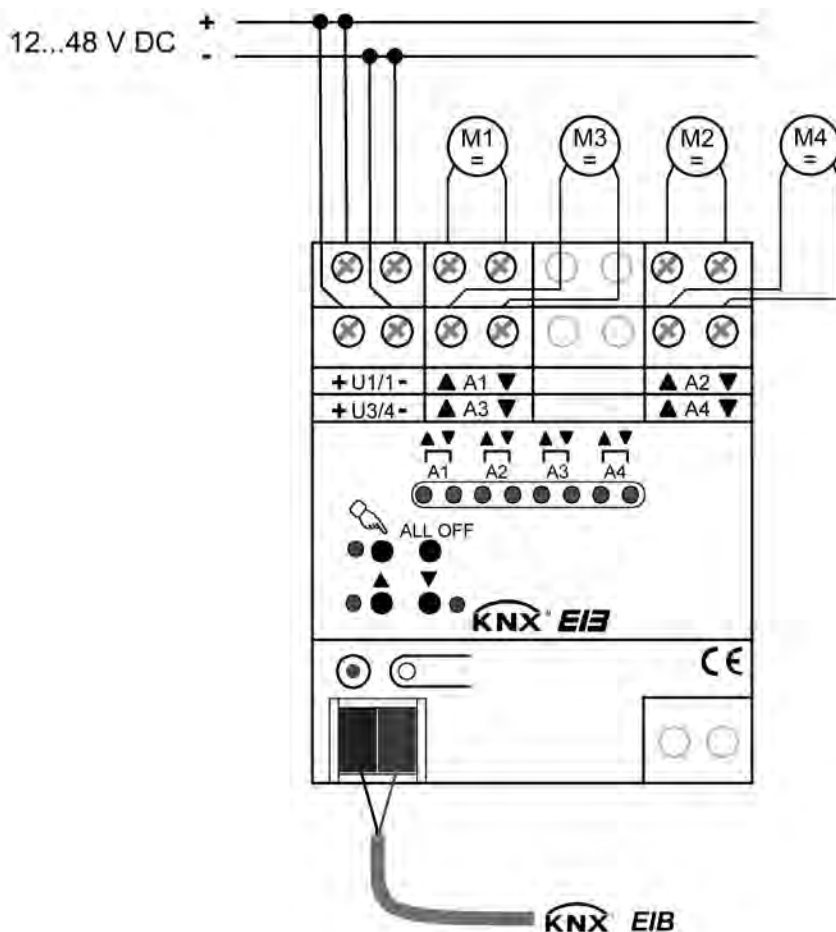

Bild 2: Elektrischer Anschluss
- Den Busanschluss, den Anschluss der Versorgungsspannung und der Antriebsmotoren gemäß Anschluss-Bild (Bild 2) vornehmen.